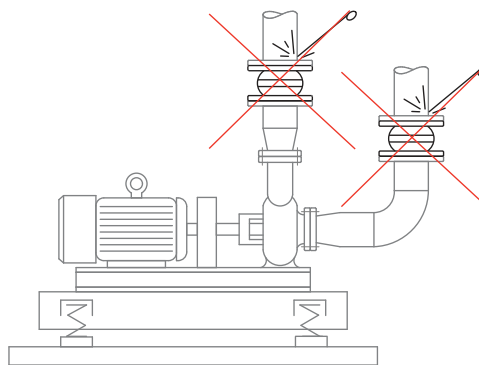

Рис. 4
**Запрещено** проведение сварочных работ в непосредственной близости от вставки компенсатора без ее защиты или демонтажа (рис. 4).